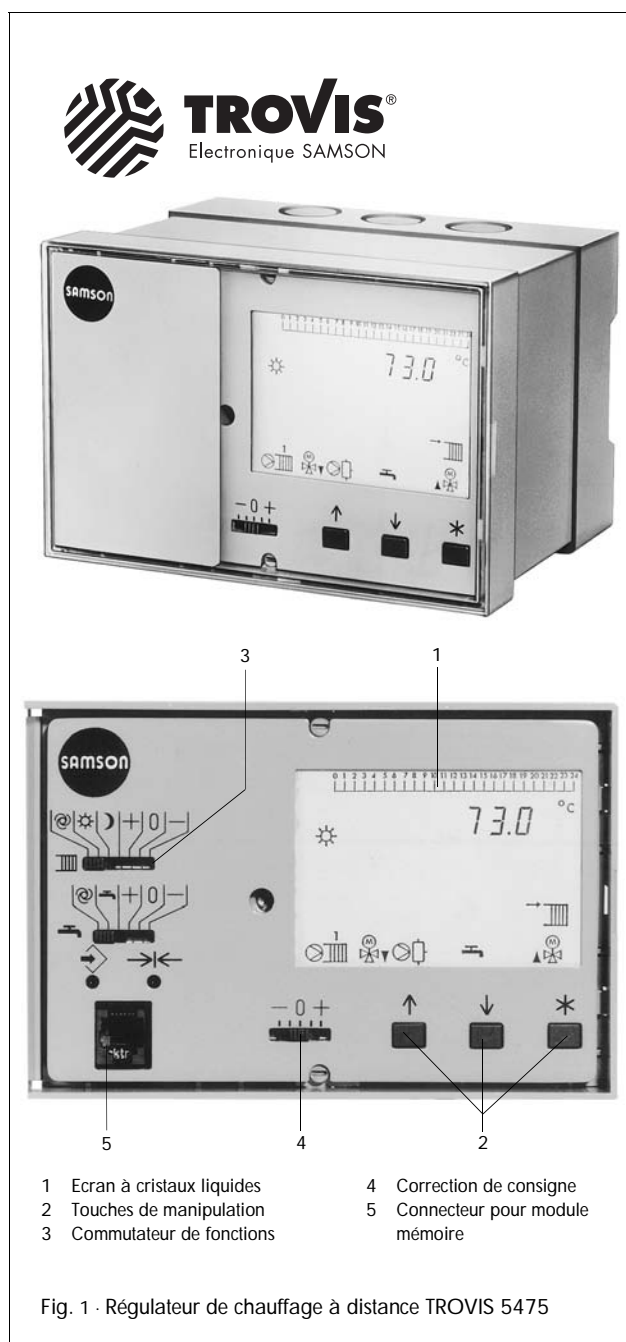

Fig. 1 - Régulateur de chauffage à distance TROVIS 5475
**TROVIS 5475** (fig. 1) - Régulateur deux et trois points pour vannes de réglage électriques utilisées dans les installations de chauffage et chauffage à distance.
## Mise en service (fig. 1)